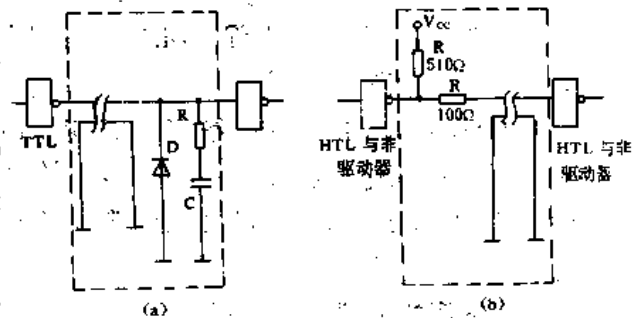

图 30-9
④在某些需要长线传输数据信息的应用中,为防止因阻抗不匹配产生反射波而引起误动作,应注意采取措施减小信号波形畸变。TTL 信号长距离传输应用实例参看图 30-9 (a)。HTL 信号长距离传输应用实例参看图 30-9 (b)。